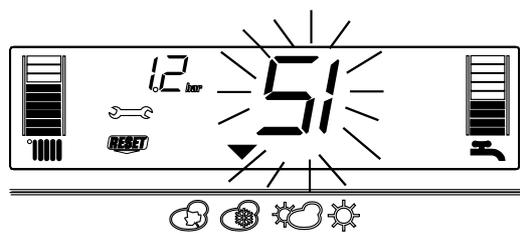

Fig. 4.26
3) Visualización de los iconos **RESET** y (fig. 4.26)